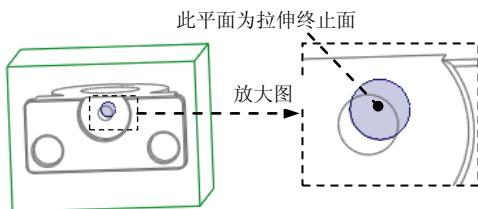
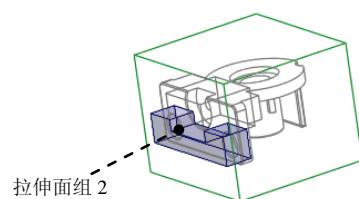

图 14.10 选取拉伸终止面
图 14.11 创建拉伸面组 2
(4) 设置深度选项。
① 在操控板中选取深度类型 (到选定的)。
② 将模型调整到图 14.10 所示的视图方位, 将鼠标移动到图 14.10 所示的加亮平面处右击, 从系统弹出的快捷菜单中选择 **从列表中拾取** 命令, 在系统弹出的“从列表中拾取”对话框中选择 **曲面: F1 (外部合并): HANDLE-FORK_MOLD_REF** 选项。在“从列表中拾取”对话框中单击 按钮。
③ 在操控板中单击 **选项** 按钮, 在“选项”界面中选中 **封闭端** 复选框。
(5) 在操控板中单击 按钮, 完成特征的创建。
Step4. 创建图 14.11 所示的拉伸面组 2。